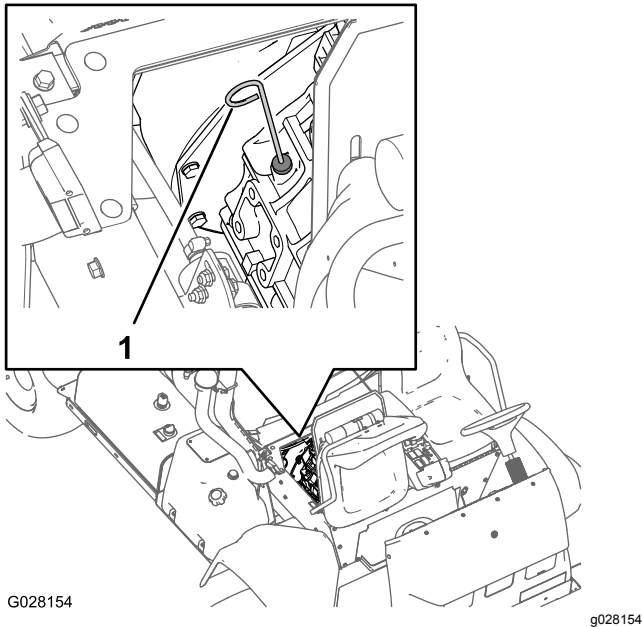

図 53
6. ディップスティックの目盛りで油量を点検する(図 53)。
7. ディップスティックの FULL マークに達するまで補給口から残りのオイルをゆっくりと補給する 図 53。